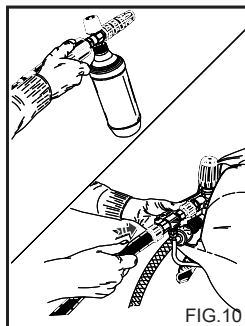

FIG.10
ANWENDUNG DES SETS FÜR DIE REINIGUNGSMITTELABSUGUNG (Sonderzubehör) (Fig. 10)
2) Die Verlängerung vom Griff entfernen und die Doppellanze oder die Lanze mit verstellbarem Düsenkopf einsetzen, den Hochdruckreiniger einschalten, den Schalter zum Ansaugen des Reinigungsmittels an der Lanze bedienen (Fig. 10, 12) und die zu reinigende Oberfläche von unten nach oben einsprühen. Das Reinigungsmittel für einige Minuten einwirken lassen.